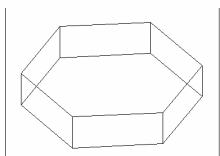

图 15-40 拉伸得到的实体
(4) 执行 View → 3D Views → SEIsometric 命令，切换到立体视图，就可以看到三维实体，如图 15-40 所示。